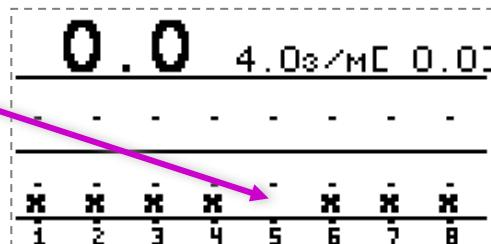

Рисунок 36
12. Убедиться, что адрес датчика изменился на требуемый. Для этого физически отключить и подключить датчик к жгуту связи (см. «Рисунок 36»).